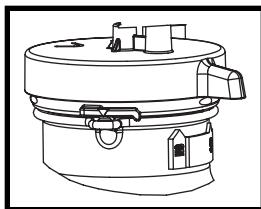

Figure 2
- Retirer le capuchon en le tournant dans le sens contraire des aiguilles d'une montre de 1/4 tour pour aligner la flèche sur le capuchon avec la languette sur le réservoir (Figure 2). Retirer le capuchon.